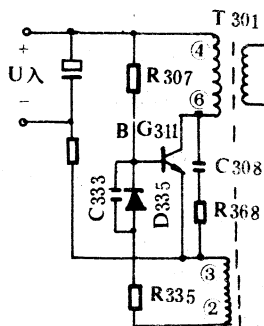

图 4-7 自激振荡电路图
电源产生自激振荡的原理,如图 4-7 所示。输入电压通过 R307 使 BG311 导通。BG311 一旦导通,通过 T301 耦合,在反馈绕组②~③产生感应电势,其方向为②端正,③端负。②端的正电压经电阻 R335、电容 C333 加到 BG311 的基极,出现一个正反馈过程,使 BG311 迅速进入饱和状态。BG311 饱和后,②~③绕组的